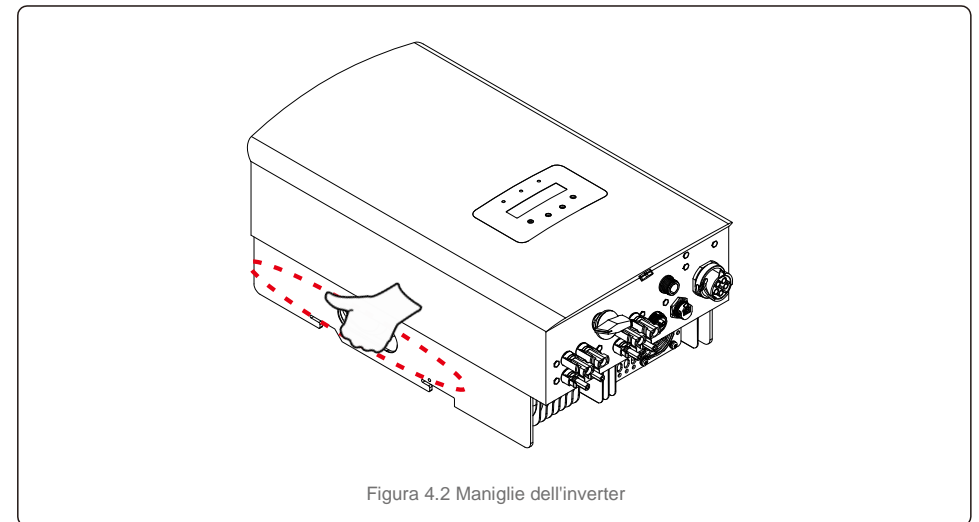

Figura 4.2 Maniglie dell'inverter
2. Aprire la confezione, quindi afferrare l'inverter ai due lati entro l'area evidenziata da una linea tratteggiata (vedere figura 4.2).